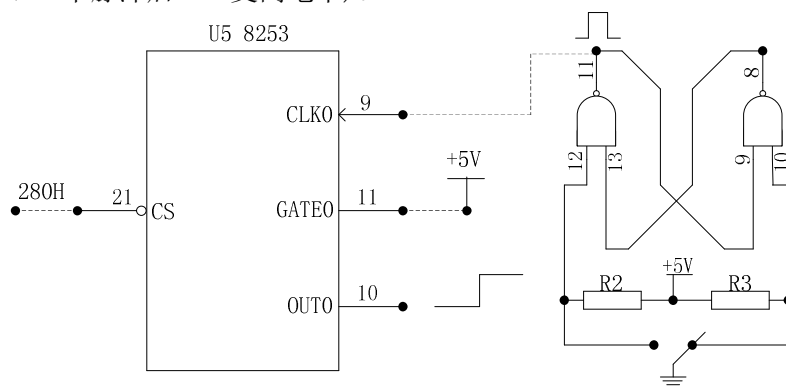

图3-1
- 1、按图3-1虚线连接电路,将计数器0设置为方式0,计数器初值为N( $N \leq 0FH$ ),用手动逐个输入单脉冲,编程使计数值在屏幕上显示,并同时用逻辑笔观察OUT0电平变化(当输入N+1个脉冲后OUT0变高电平)。